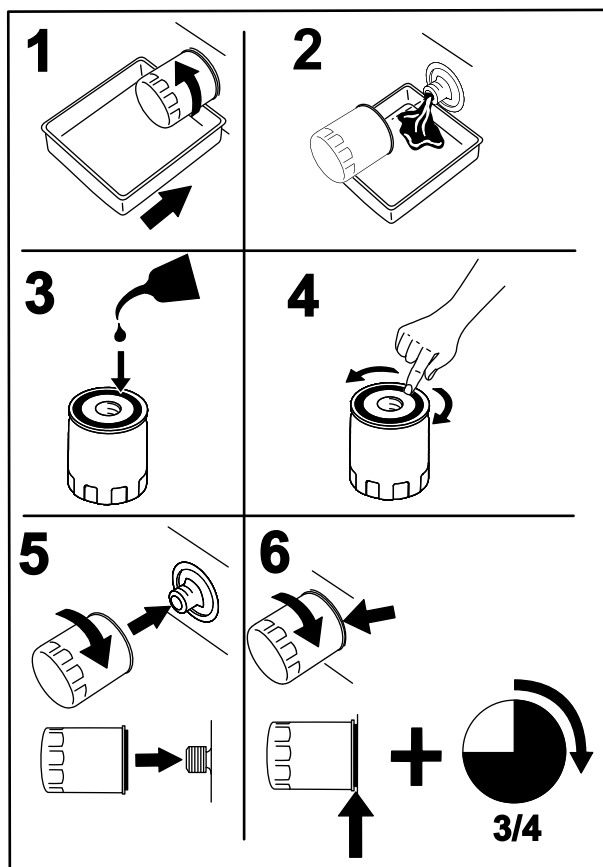

Рисунок 42
4. Установите сливной поддон под масляный фильтр и поверните фильтр против часовой стрелки, чтобы снять его (Рисунок 42).